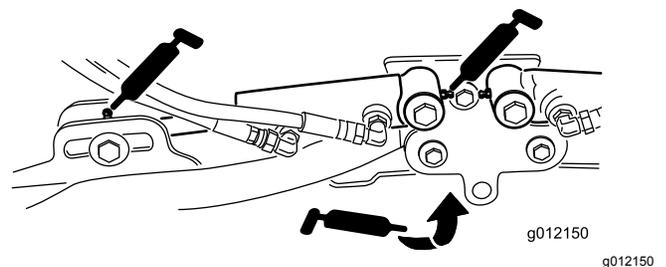

Bild 63
- Hubarmzylinder der Schneideinheit (2 Stück) (Bild 63)
- Hubarmgelenke (1) (Bild 63)